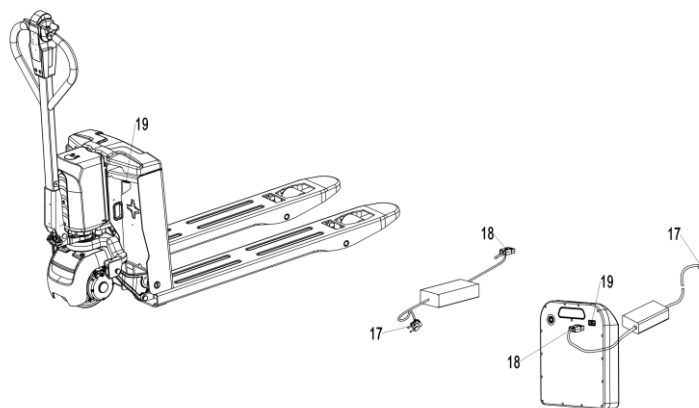

Рис. 12: Зарядка аккумулятора
- Выключите тележку и подсоедините штекер зарядного устройства (рис. 12, поз. 18) к гнезду зарядки (рис. 12, поз. 19) аккумулятора, затем подключите вилку зарядного устройства (рис. 12, поз. 17) к розетке электропитания. Зарядное устройство начинает заряжать аккумулятор.